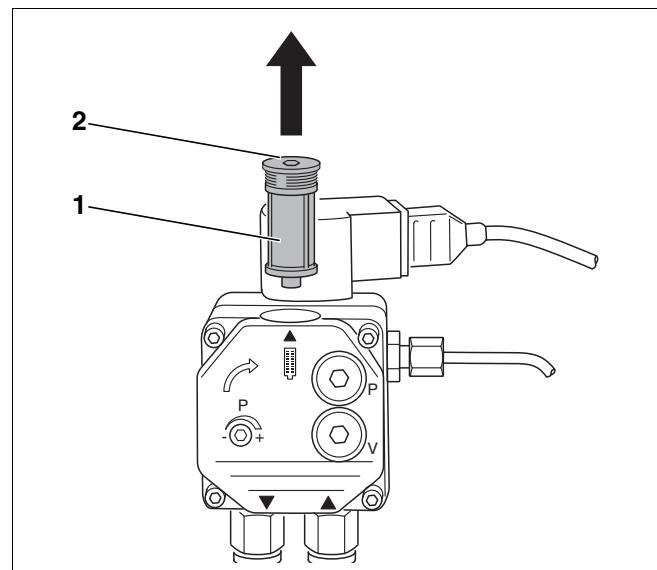

Рис. 26 Проверка фильтра топливного насоса Danfoss
- Открутить расположенный сверху винт с внутренним шестигранником (рис. 26, **поз. 2**).
- Вынуть вверх фильтр топливного насоса (рис. 26, **поз. 1**).
- Очистить фильтр топливного насоса (рис. 26, **поз. 1**) промывочным бензином, если требуется, заменить его, и вновь установить на прежнее место.